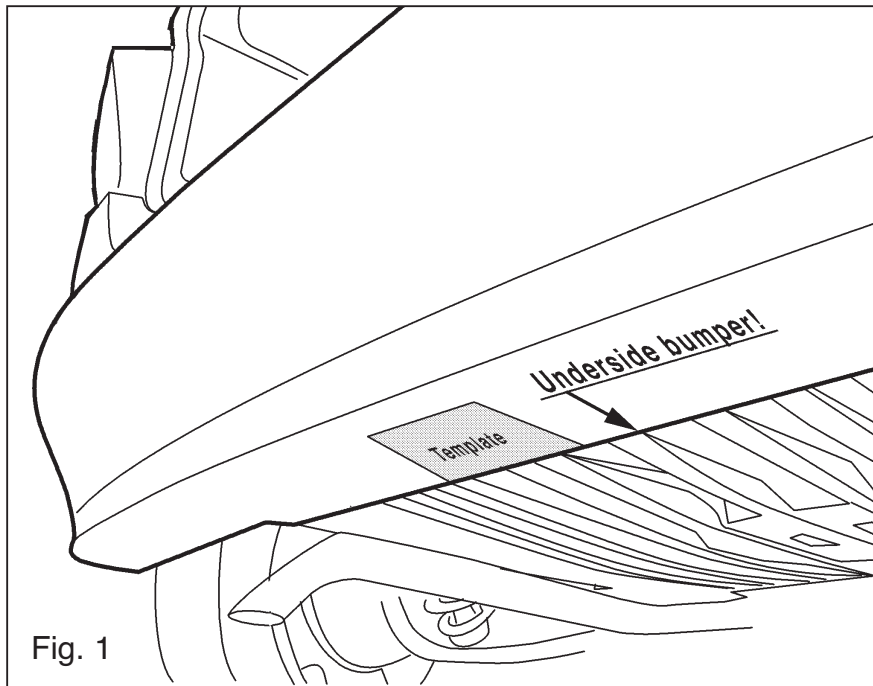

Fig. 1
1. Recortar la plantilla. Colocarla en el lado exterior del parachoques y serrar la parte indicada véase fig. 1. Desmontar a la izquierda y derecha los paneles de recubrimiento sintéticos en el lado inferior. Serrar la parte indicada en la figura 2 del panel de recubrimiento izquierdo. Recortar de ambos paneles de recubrimiento un trozo de 6mm como indicado en la figura 2.
1. Ritagliare la sagoma. Posizionarla all'esterno del paraurti e segare via la parte indicata, vedi fig. 1. Smontare i pannelli di rivestimento in plastica "destro e sinistro" dal fondo del veicolo. Segare via dal pannello di rivestimento sinistro la parte indicata in figura 2. Ritagliare da entrambi i pannelli di rivestimento un pezzo di 6 mm, come indicato in figura 2.